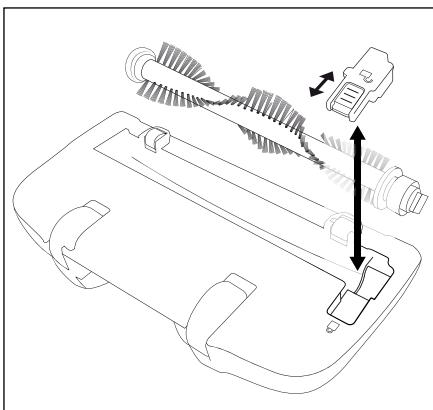

Fig. 4
- 2) Glissez le verrouillage sur le cache en direction de l'icône de manière à pouvoir retirer le cache (fig. 4).
- 4) Éliminez les saletés (des deux côtés des poils) et nettoyez le rouleau brosse ⑯. Prenez pour cela un chiffon humide et essuyez de l'intérieur vers l'extérieur chaque paquet de crins.
- Pour éliminer les poils ou fils coincés, vous pouvez utiliser le couteau ⑯ :
- Dépliez prudemment la lame du couteau ⑯ de la poignée et coupez les poils et fils coincés.
- Éliminez les poils et fils coupés du rouleau brosse ⑯.
- 5) Pour remettre en place le rouleau brosse ⑯, glissez tout d'abord l'extrémité large sur l'arbre d'entraînement de manière à ce que le rouleau brosse ⑯ s'y enclenche.
- 6) Glissez ensuite l'autre extrémité dans le logement de manière à ce que le rouleau brosse ⑯ se trouve droit dans la buse de sol.
- 7) Remettez le cache en place et verrouillez-le en glissant le verrouillage en direction de l'icône  (fig. 4).